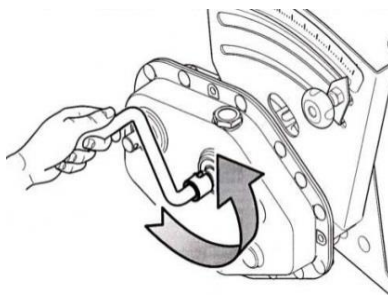

Рисунок 12.
! **Прокрутите вариатор привода катушек туков (3) (рис. 12) рукояткой (прилагаемой к сеялке) против часовой стрелки 10 оборотов.**